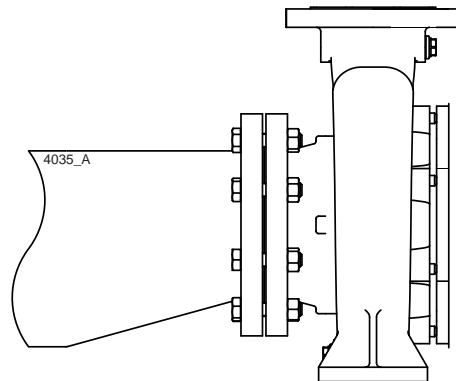

Bild 7: Excentrisk reduktion till inloppsfläns.
- Sugledningens tvärsnitt måste vara väl tilltaget. Denna ledning måste vara så kort som möjligt och dras till pumpen så att inga luftfickor kan bildas. Om detta inte är möjligt, måste en avluftningsmöjlighet anordnas på den högsta punkten. Om sugledningen har ett större tvärsnitt än pumpens suganslutning, måste en excentrisk reducering monteras så att ingen virvelbildning kan uppstå. Se bild 7.